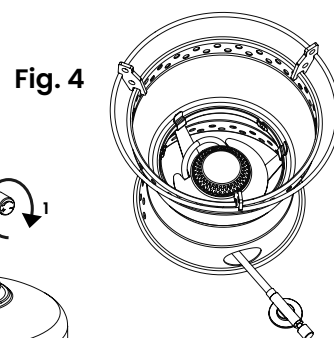

Fig. 4
- Halten Sie die Halterung des Gaskochers (7) fest und lassen Sie die Arme am inneren Rand des Windschutzbodens (5) einhaken. Montieren Sie die Topfhalterung (4) am oberen Rand des Windschutzes. Ausführung wie Abb. 4.
- Schließen Sie das Ventil (10) vollständig, indem Sie den Ventilregler (11) bis zum Anschlag drehen.